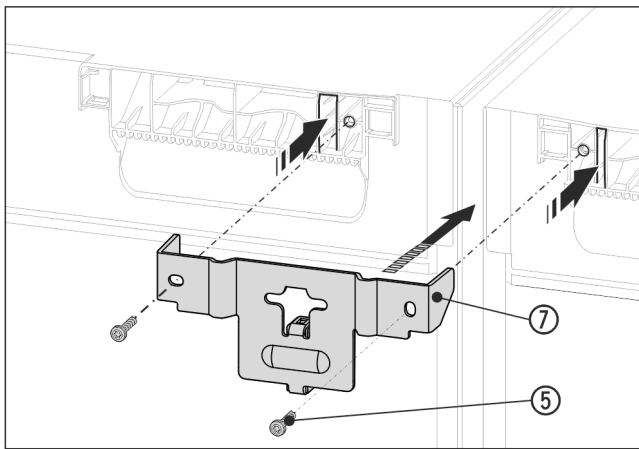

Fig. 16 Shembull ilustrues
- ▶ Shtyni profilin Fig. 16 (7) me pjesën distancuese midis pajisjeve dhe futeni me gjuhëzat në tavanet e pajisjeve. Mbërthejeni fort me 2 vidat Fig. 16 (5).